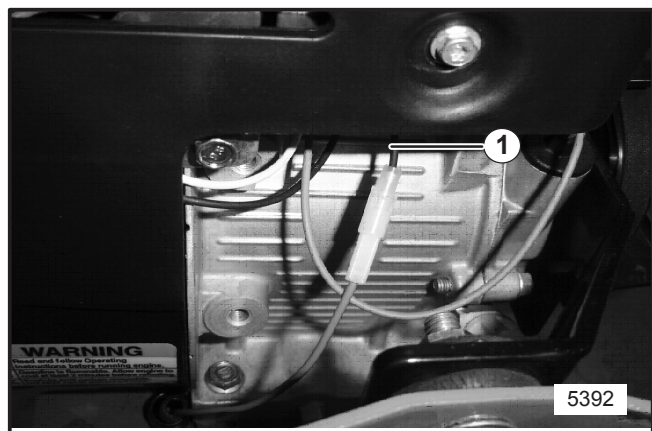

FIGURE 8
12. Connecter le connecteur mâle à fil rouge du harnais du tube en serpentín au connecteur femelle noir à l'avant du moteur. Voir Figure 8 et 9.